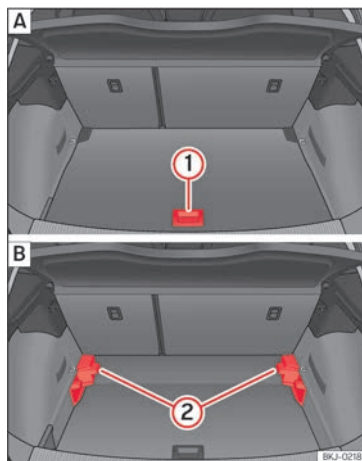

Abb. 139 Variabler Gepäckraumboden: |A| Hochstellung; |B| Tiefstellung.
- Um von der niedrigen in die hohe Position überzugehen, heben Sie den Boden am Haltegriff »» (Abb. 139) ① an und ziehen Sie ihn nach hinten, bis der vordere Teil des Bodens vollständig über den Halterungen ② liegt.
- Den Gepäckraumboden nun bis zum Anschlag an den Rücksitzlehnen nach vorne schieben und mit Hilfe des Haltegriffs ① absenken.
- Um von der hohen in die niedrige Position überzugehen, heben Sie den Boden am Haltegriff »» (Abb. 139) ① an und ziehen Sie ihn nach hinten, bis der vordere Teil des Bodens vollständig über den Halterungen ② liegt.
- Den vorderen Teil auf den Boden absenken und diesen bis zum Anschlag an den Rücksitzlehnen nach vorn verschieben und dabei den Boden gleichzeitig mit Hilfe des Haltegriffs ① absenken.
- Bei einem variablen Boden in hoher Position diesen am Haltegriff »» (Abb. 139) ① anheben, daran ziehen und in Richtung der Rücksitzlehne bewegen, bis der Boden an der Scharnierlinie eingeklappt wird und sich der bewegliche Teil des Bodens auf diesem befindet.